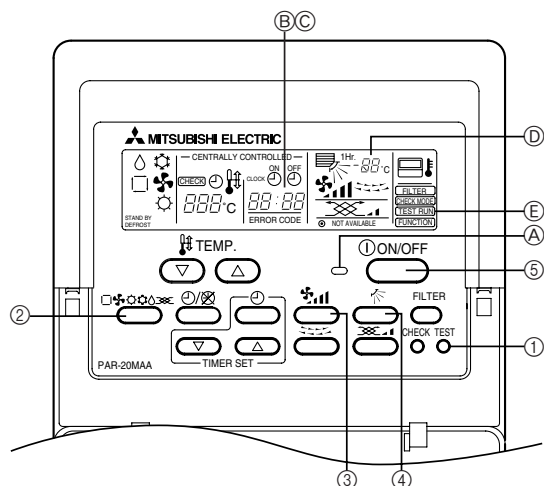

Fig. 7-1
7. Δοκιμαστική λειτουργία (Fig. 7-1)
| 7. Ensaio (Fig. 7-1) | 49 |